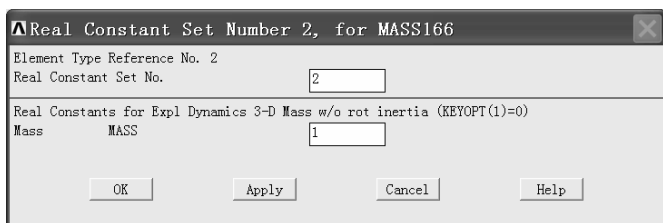

图 3-85 “Real Constant Set Number 2, for MASS 166” 窗口
(6) 单击“Real Constants”窗口中的“Add...”按钮，弹出“Element Type f...”窗口，单击选中“Element Type f...”窗口中方框内的“Type 2 MASS166”，然后单击“OK”按钮，弹出“Real Constant Set Number 2, for MASS166”窗口（见图 3-85）。在该窗口中“Mass MASS”后的方框中输入“1”，表示单元的质量为 1，然后单击“OK”按钮返回到“Real Constants”窗口，单击“Close”按钮。